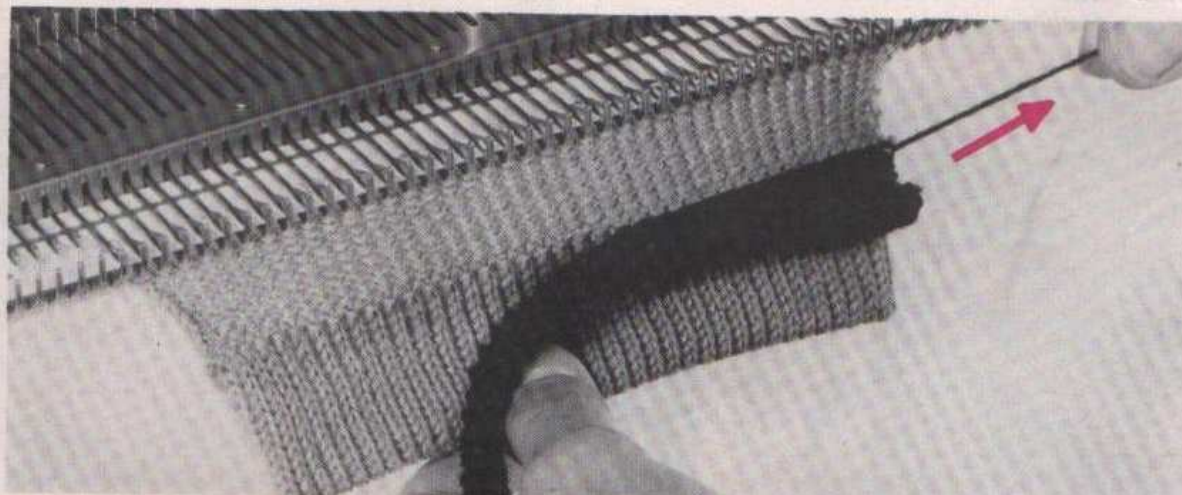

Fig. 64
11°/Lorsque l'ouvrage est terminé, détacher le bout de tricot réalisé avec la laine perdue (P) en tirant sur le brin de laine (P) (fig. 64).